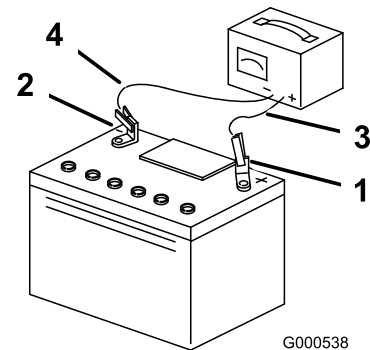

Bild 3
4. Schließen Sie ein Ladegerät mit drei Ampere oder vier Ampere an die Batteriepole an. Laden Sie die Batterie mit drei bis vier Ampere für vier bis acht Stunden auf (Bild 3).